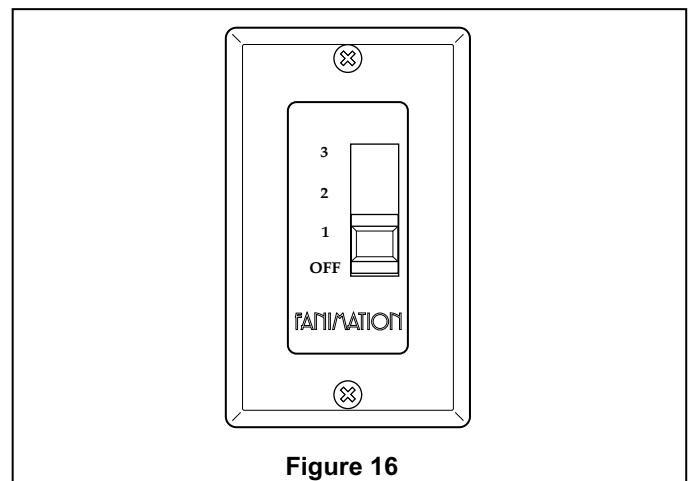

Figure 16
1. Fonctionnement et utilisation du transmetteur à distance (Figure 16) :